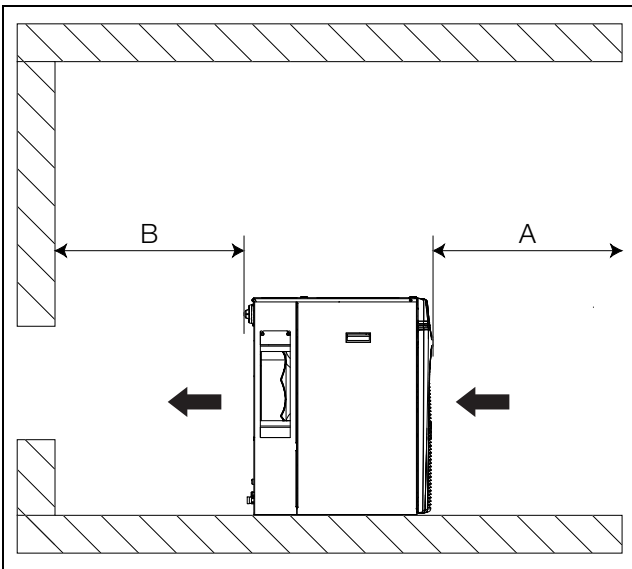
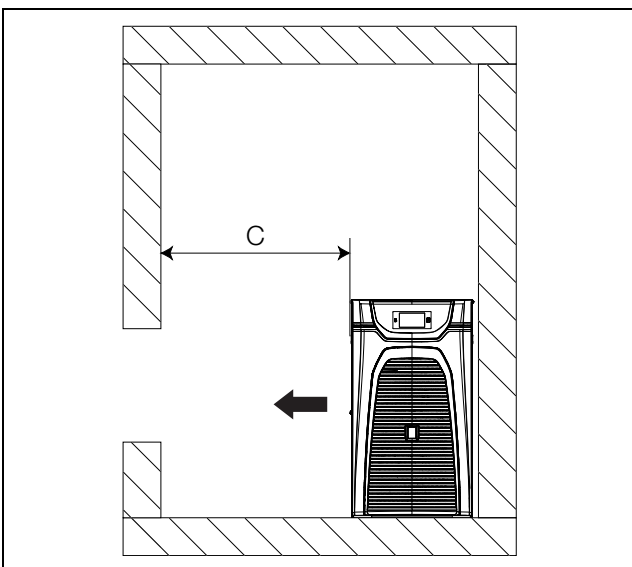

Abb. 30: Mindestabstände vorne/hinten
Abb. 31: Mindestabstände seitlich
- Zum ungehinderten Ausströmen der warmen Abluft muss wenigstens **eine** der Öffnungen (links bzw. rechts) frei zugänglich sein (vgl. Abb. 31). Um den Anschluss der Versorgungsleitungen sowie Wartungs- und Reparaturmaßnahmen zu erleichtern, sollten zudem die unter Abb. 30 angegebenen Mindestabstände eingehalten werden.
- Auch um einen „Luftkurzschluss“ (Vermischung von Zu- und Abluft) zu vermeiden und die volle Kälteleistung zu gewährleisten, sollten die unter Abb. 30 angegebenen Abstände eingehalten werden.